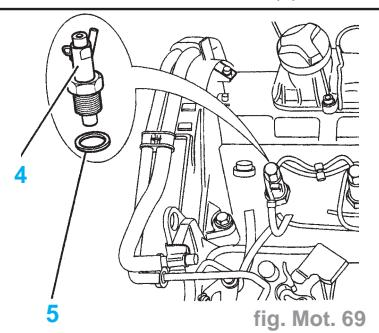

fig. Mot. 69
- les porte-injecteurs (4) en utilisant la douille [1] (-.0149) (fig. Mot. 69)
- les rondelles d'étanchéité (5)
- les rondelles d'étanchéité (5) (fig. Mot. 69)
- les porte-injecteurs (4) (serrage à **9 daN.m**)